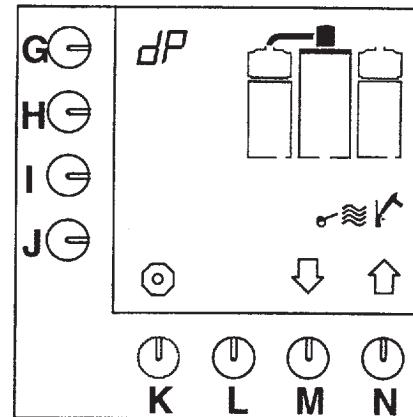

Рис.15 Начало программы по очистки системы приготовления кофе
- программа очистки появится на дисплее (рис.15).